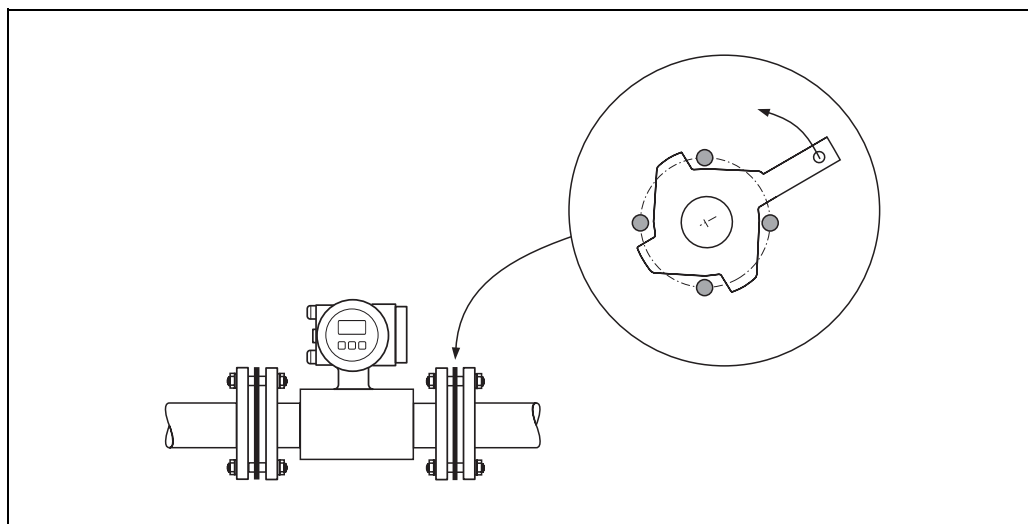

Fig. 19: Montaje con discos de puesta a tierra (Promag W, DN 25 a 300)
3. Gire ahora, tal como ilustra la Fig. 19, el disco de puesta a tierra hasta que la manivela tope con los pernos. Al proceder de esta forma se centra automáticamente el disco de puesta a tierra.